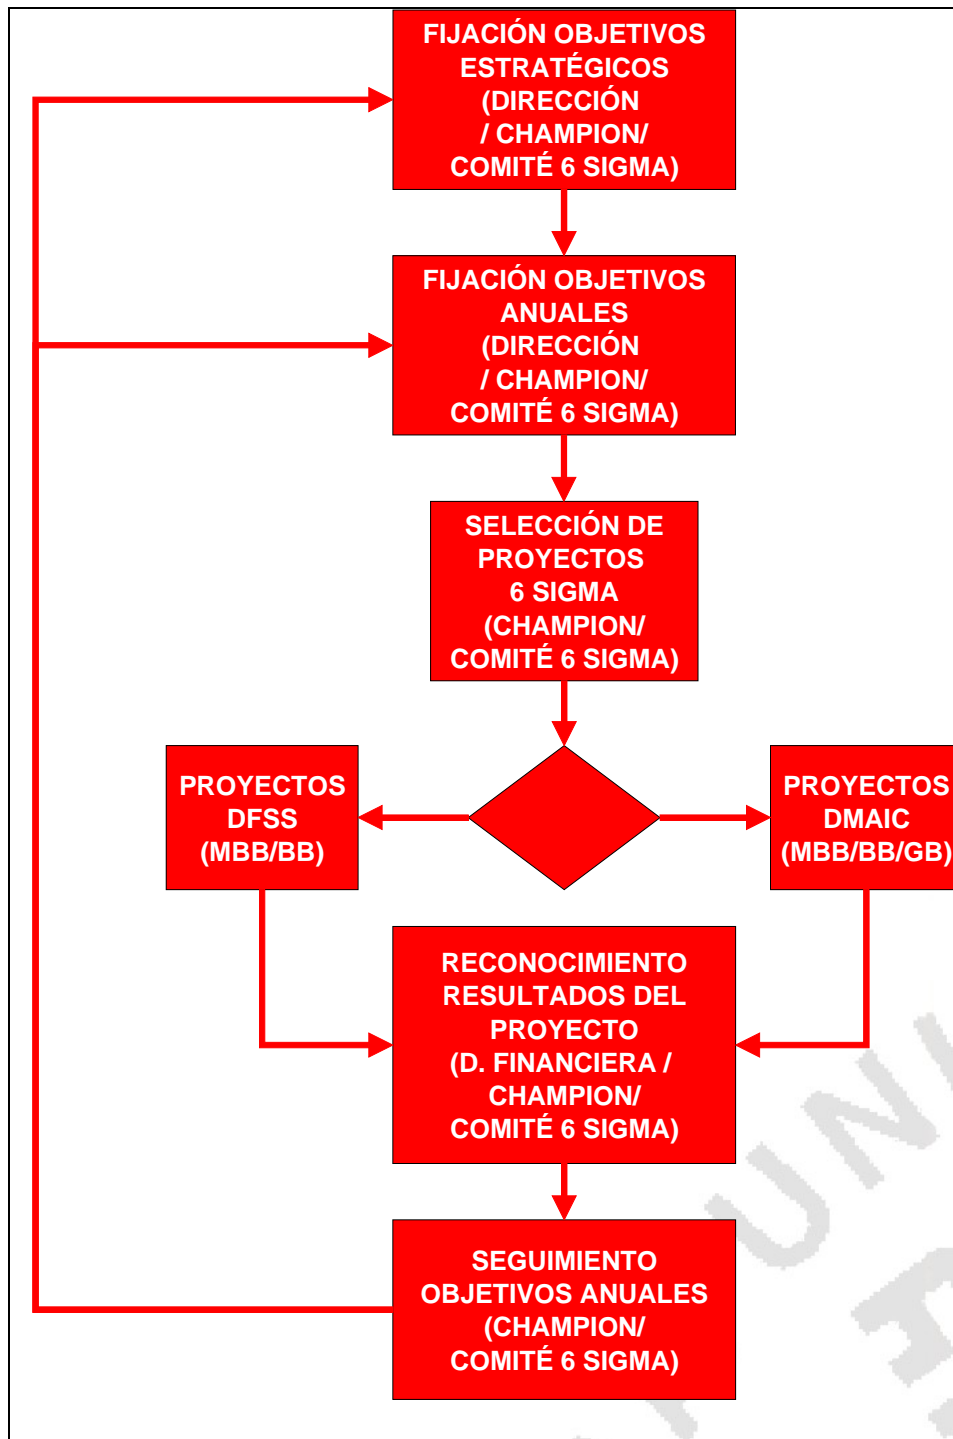

Figura 15 Diagrama de procesos de un Programa *Seis Sigma*
En la Figura 15 se ha presentado un diagrama de procesos de un *Programa Seis Sigma*. En la Tabla 7 se incluyen fichas típicas de los procesos principales del *Programa Seis Sigma*
4. Definición de procesos y procedimientos (ver Figura 15). En organizaciones grandes es necesario documentar el proceso de mejora mediante procedimientos. En general es conveniente que estén integrados con los procedimientos existentes del sistema de gestión de la calidad. Los títulos podrían ser: